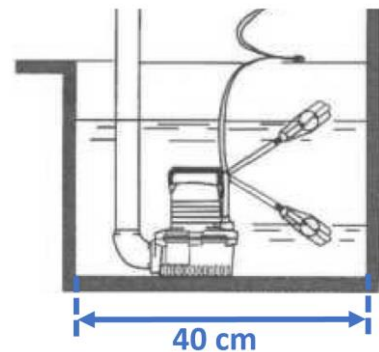

Fig. 2
- **IMPORTANT** : Avant d'immerger la pompe dans l'eau, enveloppez le câble d'alimentation (4) et assurez-vous que la fiche est dégagée de tout endroit humide.
- Prévoyez un diamètre d'espace minimum de 40 cm pour le fonctionnement (voir fig. 2), afin que le mouvement de l'interrupteur à flotteur ne soit pas gêné.
- Pour les eaux profondes, utilisez une corde (non incluse) et fixez-la à la poignée de transport (1), puis placez la pompe dans la position souhaitée dans la zone de travail.